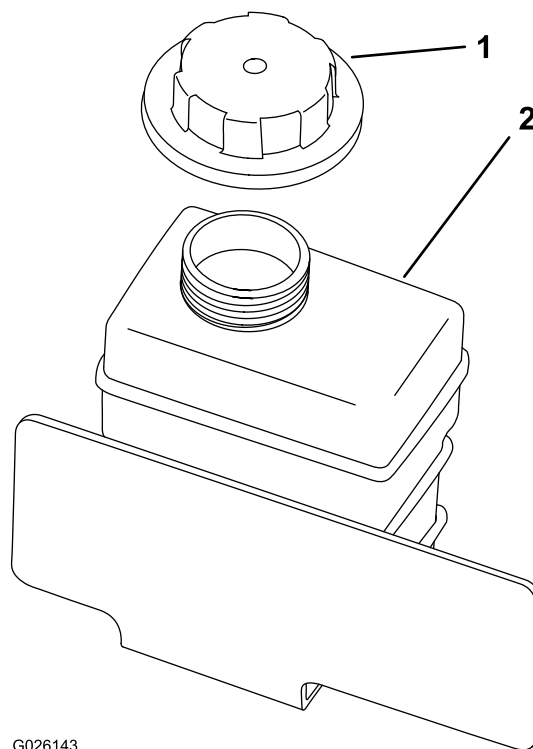

Figura 63
4. Rimuovete il tappo del serbatoio di riserva (Figura 63).